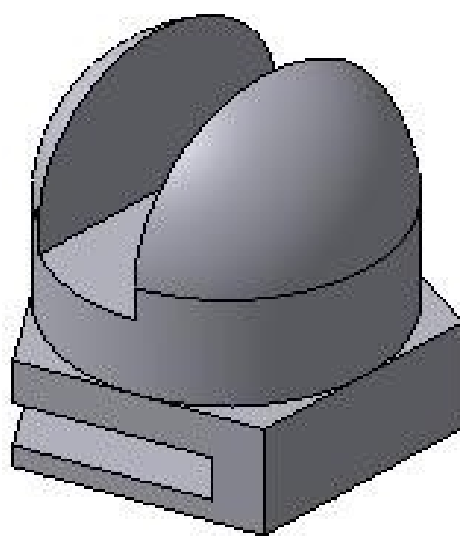

Рис. 5.38
11. Отверстие и прорезь формируем с использованием команды **Вырезать выдавливанием**. В списке **Направление выдавливания** выбираем **Два направления**, а в списке **Способ построения** – **Через все**. Конечный результат моделирования показан на рис. 5.38. Способ отображения – полутонное, с каркасом.